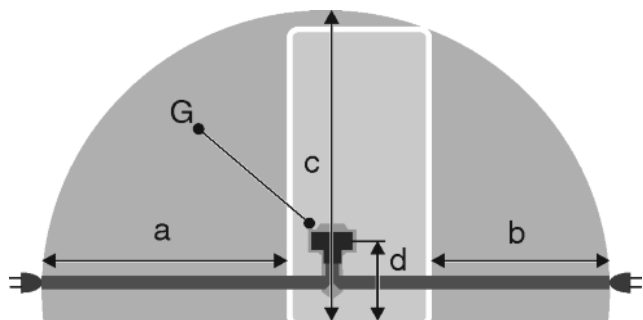

Fig. 20
- Zásuvka leží mimo oblast zadní stěny spotřebiče v dané oblasti Fig. 20 (a, b, c).
- ▶ Zástrčku spotřebiče Fig. 20 (G) zastrčte na zadní straně spotřebiče. Dávejte pozor na správné zaklesnutí.